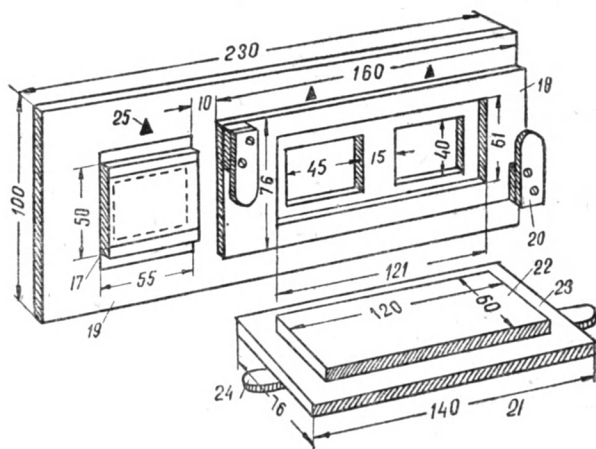

Рис. 30. Кассета.
На кассете крепится матовое стекло (17) и рамка для негативной пленки (18). Основа кассеты — фанерная дощечка (19) с отверстиями. Ее размеры указаны на рис. 30. Очень важно правильно выпилить и зачистить дощечку по ширине — ее длинные стороны должны быть параллельны друг другу.
Полную разметку отверстий сделайте по рис. 30. Аккуратно выпилите их лобзиком и зачистите напильником с мелкой насечкой.
Размеры рамки гнезда (18) для негативной пленки указаны на рис. 30. Выпилив рамку, укрепите ее на основании кассеты, около двух левых отверстий, с помощью клея и гвоздиков. Выступающие концы гвоздей не загибайте, а спилите трехгранным напильником около поверхности фанеры и зачистите заподлицо с фанерой. Головки гвоздей также зачистите напильником.
Крышку (21) для негативного гнезда сделайте из фанеры по размерам рис. 30. Первая планка крышки (22) должна плотно входить внутрь рамки, вторая планка (23) своими краями накрывает рамку. Узенькая полоска (24), укрепленная гвоздиком посередине крышки, служит для крепления крышки в кассете. Под полоску надо положить прокладку такой толщины, чтобы полоска немного прогибалась, когда ее концы заведены под замки (20) рамки.